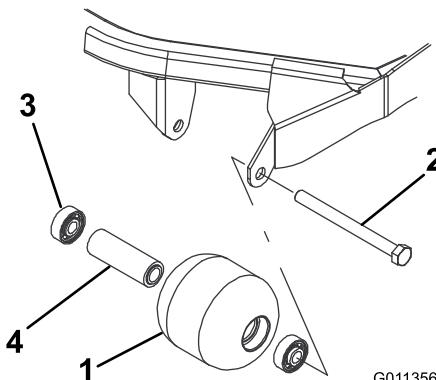

図 68
1. ローラ取り付けボルトを外す図 68。
4. ローラハウジング、ベアリング、ベアリングスペーサに破損がないか点検する図 68。
1. 第一のベアリングをローラハウジングに押し込む図 68。アウターレースのみを押すか、インナーレースとアウターレースを均等に押すかする。
2. スペーサを入れる図 68。
3. 第二のベアリングをローラハウジングに入れる図 68 このときは、インナーレースがスペーサに接触するまで、インナーレースとアウターレースを均等に押す。